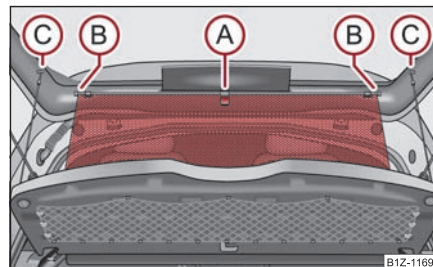

Fig. 66 Desenrollar la cortinilla antisolar enrollable
- Extraer la cortinilla antisolar enrollable por el lazo (A) y colgarla en el soporte (B) ⇒ fig. 66.